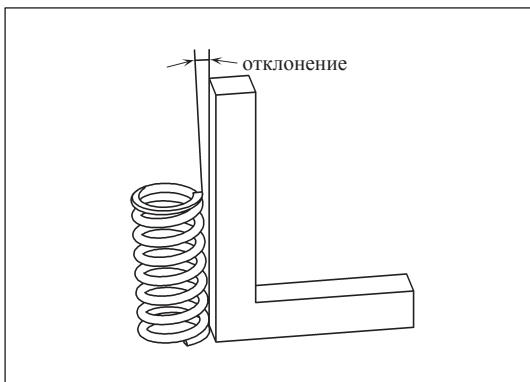

Рис. 12-3-22. Измерение перпендикулярности пружины клапана
- (7) Проверка пружины клапана
- При помощи стальной поверочной линейки измерить перпендикулярность пружины клапана, как изображено на рис. 12-3-22.